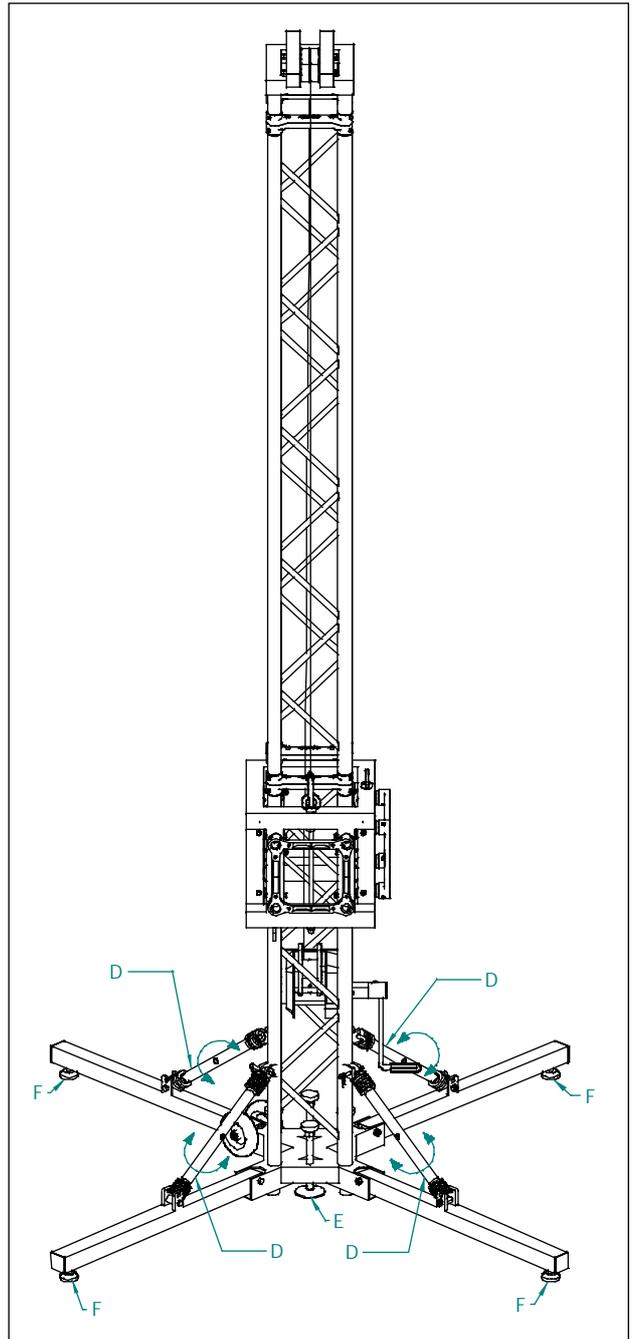

Fig. 11
8. L'operazione successiva è quella di innalzare manualmente la torre per portarla in posizione verticale (fig. 11) facendo comunque attenzione a non abbandonare mai la torre in questa fase poiché la stessa è instabile.